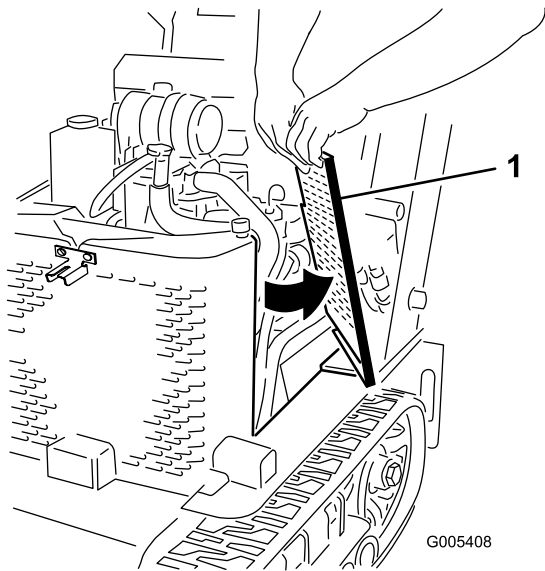

Figura 31
2. Far scorrere le griglie laterali (Figura 31) verso l'alto e al di fuori delle fessure nella griglia e nel telaio anteriori.